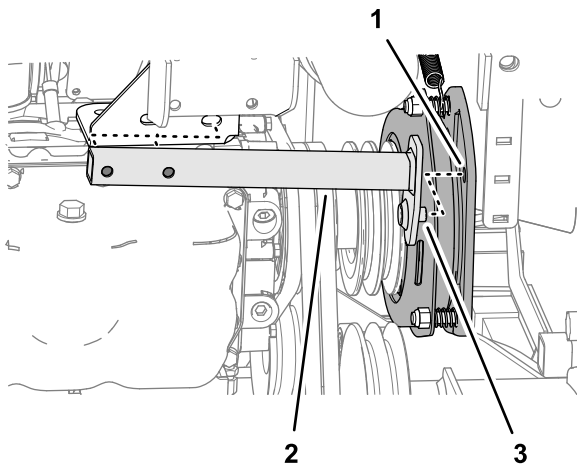

Figura 92
7. Desplace el tubo antirrotación hacia atrás y retírelo de la máquina (Figura 92).
2. Alinee el pasador del tubo antirrotación con el orificio de la placa del embrague de la toma de fuerza; consulte la Figura 92 en Retirada de las correas de la toma de fuerza (página 66).